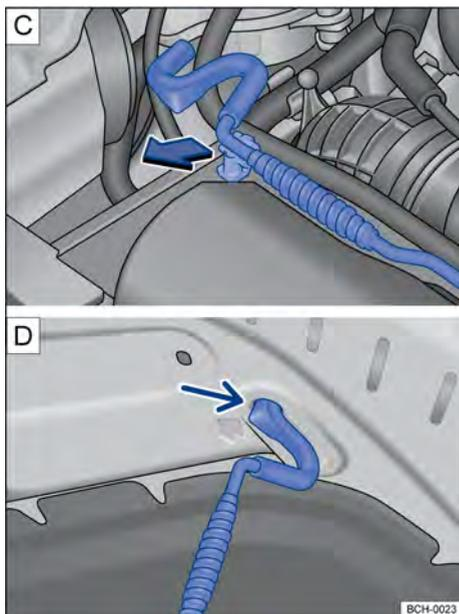

Fig. 177 [C] Haste de sustentação da tampa do compartimento do motor. [D] Tampa do compartimento do motor apoiada na haste de sustentação.
- Retirar a haste de sustentação do suporte no sentido da seta → Fig. 177 [C] e posicioná-la na abertura na tampa do compartimento do motor → Fig. 177 [D].
- Retirar a haste de sustentação do furo → Fig. 177 [D] e encaixá-la no suporte do fecho → Fig. 177 [C].